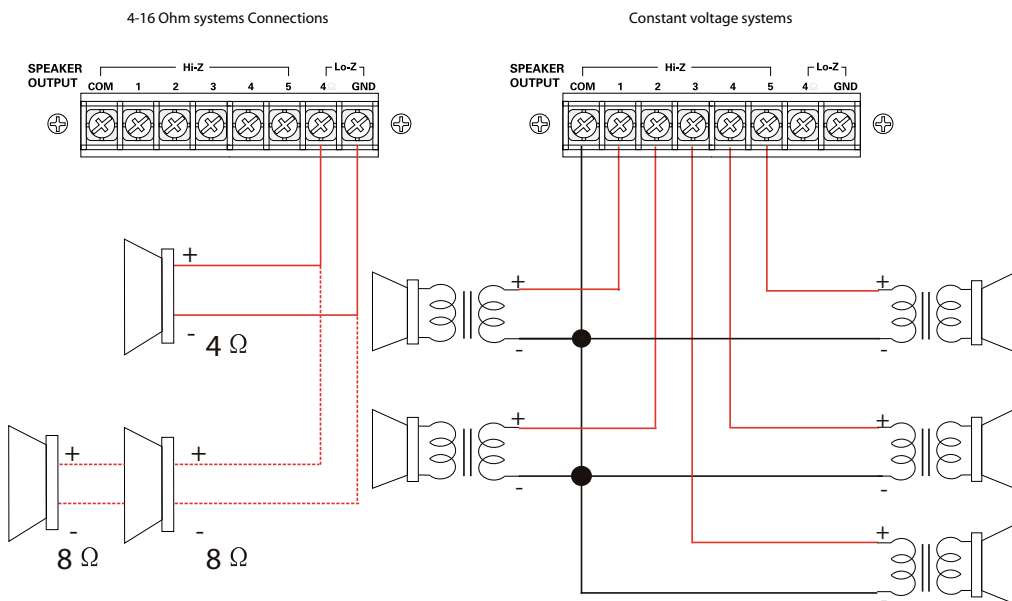

Fig.1
Si possono collegare diffusori con ingresso audio 70 V e 100 V o gruppi di diffusori con impedenza totale non inferiore a $4\ \Omega$ attraverso i morsetti a vite (12), posti sul pannello posteriore. Prestare sempre attenzione alla corretta polarità (fig.1).
It's possible to connect 70 V, 100 V speakers or speaker group with a total impedance of $4\ \Omega$ as a minimum to the screw terminals (12) on the rear panel of the amplifier. When connecting the speakers, always observe the correct polarity (fig.1).